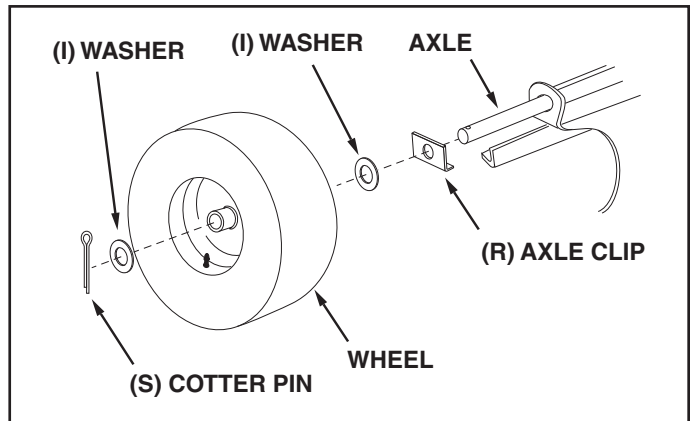

FIGURE 6
- Assemble an axle clip (S), a 5/8" washer (I), a wheel with the valve stem facing out, and another 5/8" washer (I) onto the axle. Secure them in place with a 1/8" x 1-1/4" cotter pin (S). Repeat for other wheel. See figure 6.
12. Montez une attache d'essieu (S), une rondelle plate (I), une roue avec la tige de la valve face à l'extérieur de l'essieu, une autre rondelle plate (I) sur l'essieu comme montré dans la figure 6. Fixez solidement la roue sur l'essieu au moyen d'une goupille, en écartant ses extrémités. Répétez l'opération pour l'autre extrémité de l'essieu. Voir la figure 6.